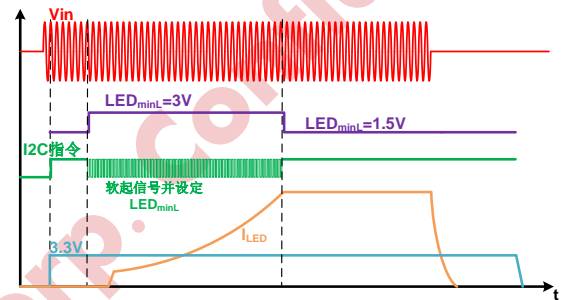

图 13 推荐系统设定时序示意图
7. 搭配 KP2816X 做两级应用时，可根据需求调节 LEDminL 设定档位（默认为 1.5V，由 Byte1 的 Bit2~1 设定）。设定较低的 LEDminL 档位，可以使系统的效率和温升性能更好，但稳态动态更容易有电流掉坑和灯闪，增加了环路调节难度；设定较高的 LEDminL 档位，系统的效率和温升性能变差，但环路较容易调节，不易有电流掉坑和灯闪。输出灯压 70V，9W 规格上，LEDminL 推荐设定档位 1.5V。此外，在启动过程或调光动态时，建议将 LEDminL 电压提高，回到稳态时再将其调回 1.5V。推荐的系统启动时序如图 13 所示。